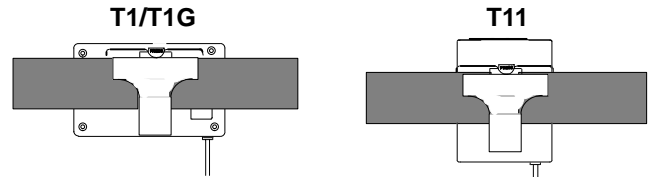

FIGURA 6. INSTALACION DEL EMISOR
1. Fije el emisor al cinturón, a la correa de la guitarra o a la cintura, tal como se indica en la Figura 6. Oprima la lengüeta marcada con la palabra "PRESS" y pase el cinturón o correa entre el cuerpo del emisor y el gancho. Para fijar con mayor fuerza, tire de la correa o cinturón hacia el alambre superior del gancho, especialmente si se trata de una correa de guitarra de poco grosor.